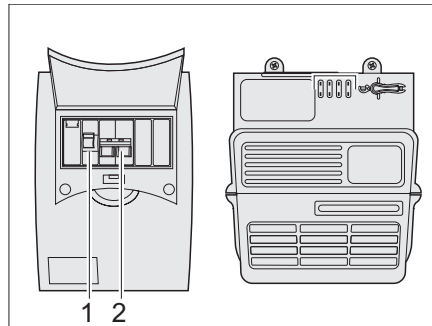

Bild 96 230-V-Sicherungskasten
Die Hauptsicherung (Bild 96,2) sichert den 230-V-Eingangsstrom mit max. 10 A ab. Zusätzlich befindet sich ein Fehlerstrom-Schutzschalter (Bild 96,1) im Sicherungskasten.
- 230-V-Leitungsschutzschalter (siehe Bild 96) und Hauptschalter Batterie (siehe Bild 90,9) kurz ein- und ausschalten, um den Stromfluss zu unterbrechen.